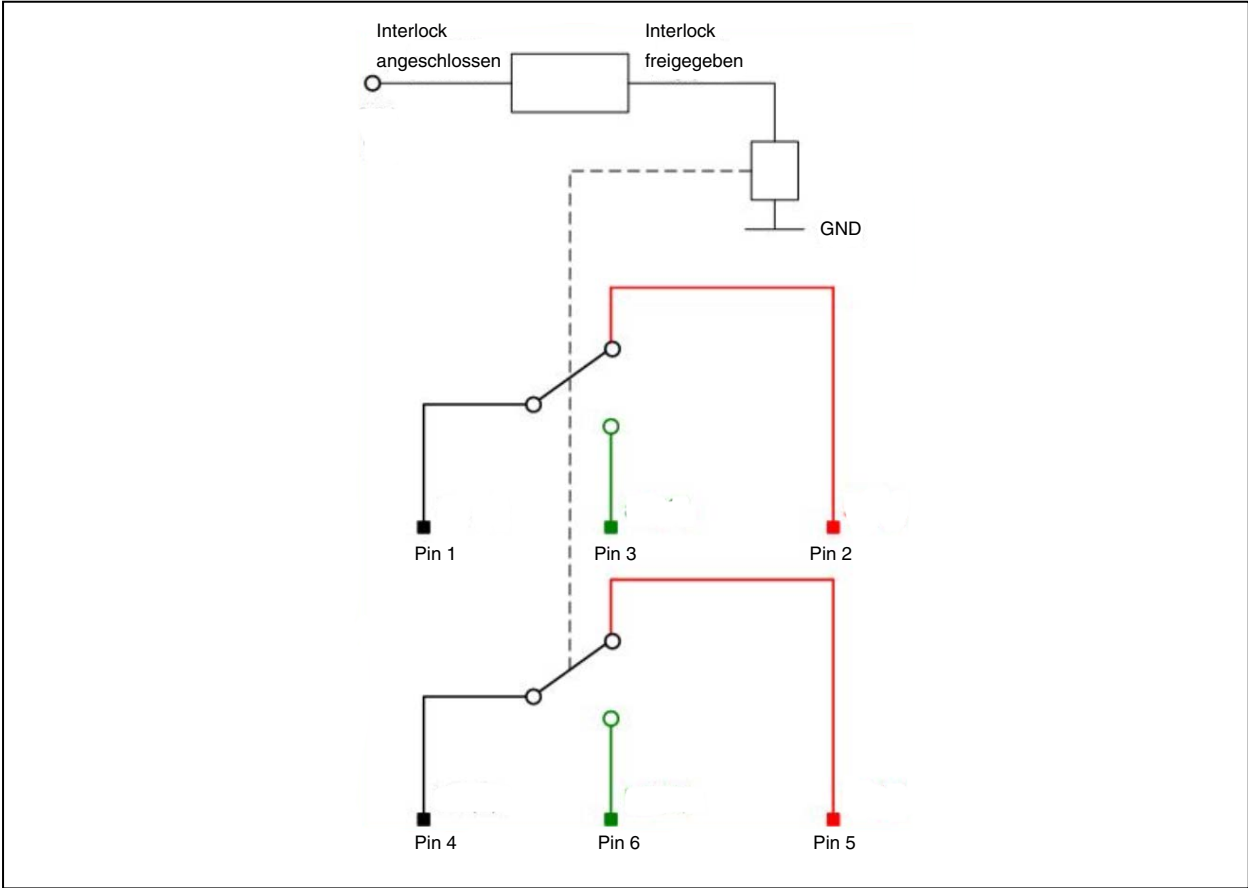

Abb.8.3: Schaltplan der Interlockstecker
- ▶ **Schließen Sie die Lasersteuerung so an die Pins 1 bis 4 und 3 bis 6, dass bei einer Unterbrechung dieser Verbindung der Laser abgeschaltet wird (siehe Schaltplan, Abb.8.3).**